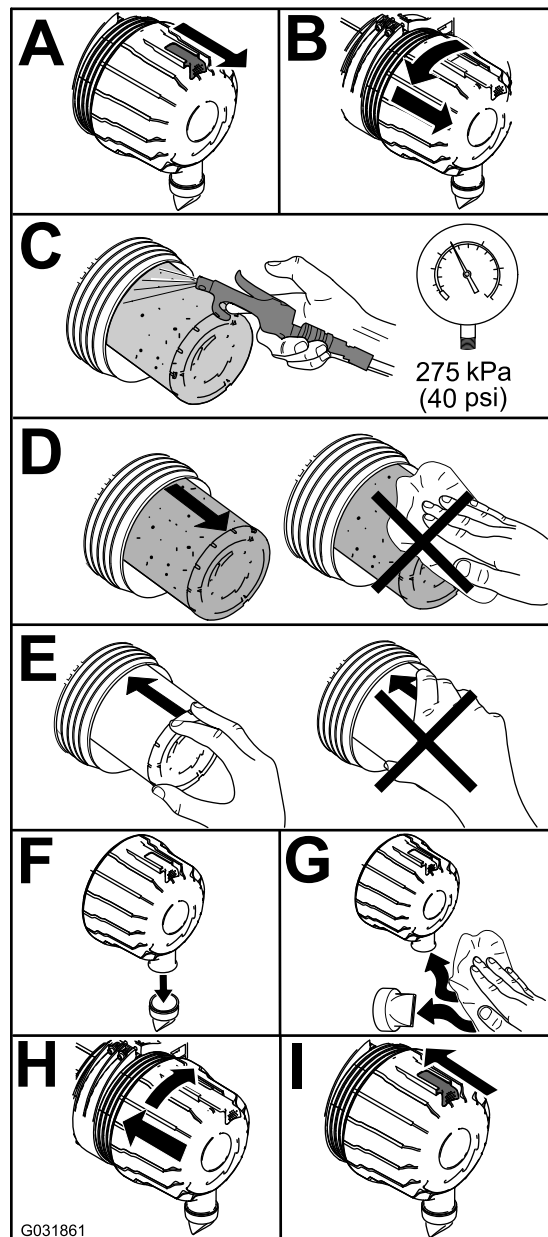

Bild 45
1. Tauschen Sie den Hauptluftfiltereinsatz aus (Bild 45).